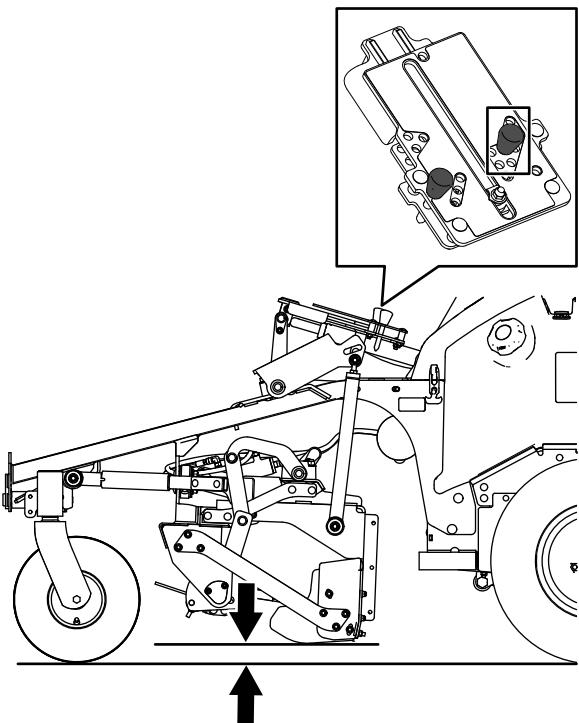

Figura 46
- Orificio del tope de parada por encima del nivel del suelo (Figura 46)